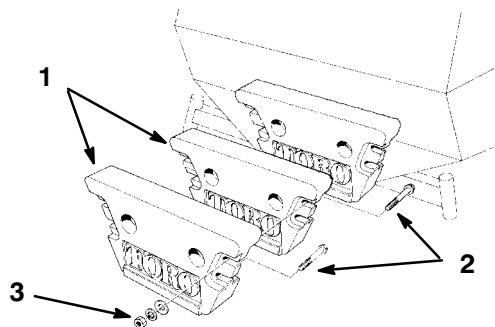

Figure 4
1. Fixez deux (2) masses à la masse existante à l'aide de (4) boulons de 1/2 x 89 mm, 4 rondelles 1/2", et 4 écrous 1/2" (Fig. 4).